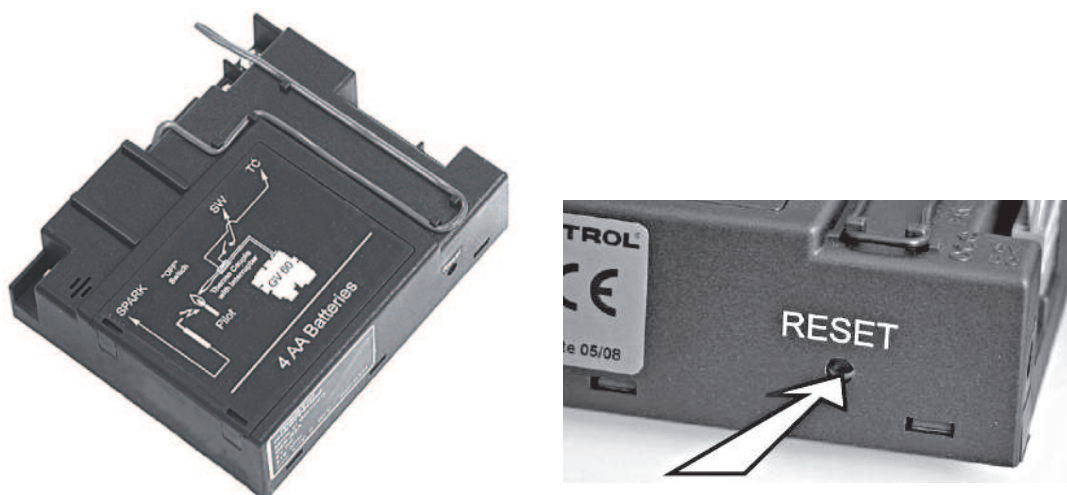

Figura 3: Pulsante "RESET" del ricevitore
- Premere il pulsante **"RESET"** sul ricevitore e tenerlo premuto finché non emette 2 segnali acustici. Vedi Figura 3.